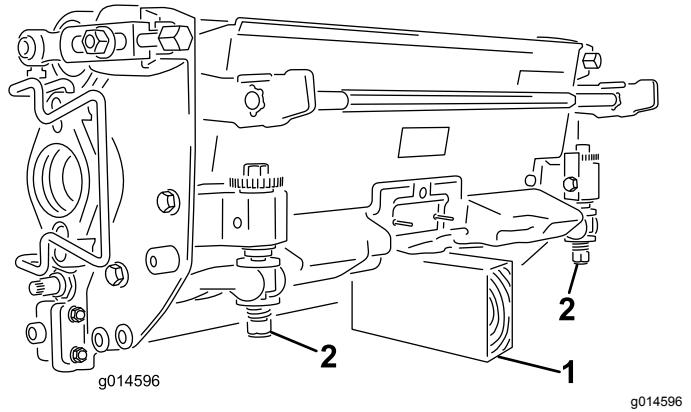

Figure 40
**Important:** Chaque fois que vous devez basculer le plateau de coupe, soutenez l'arrière du plateau pour empêcher les écrous situés sur les vis de réglage de la barre d'appui de reposer sur la surface de travail (Figure 40).